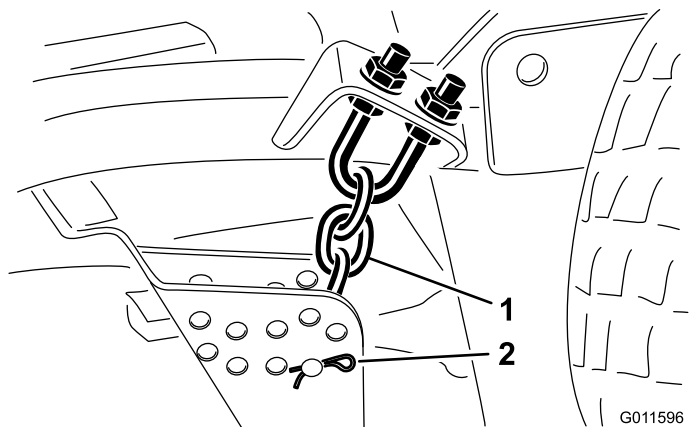

Figure 19
8. Enlevez la goupille fendue et l'axe de chape qui fixent les chaînes de hauteur de coupe à l'arrière du plateau (Figure 19).